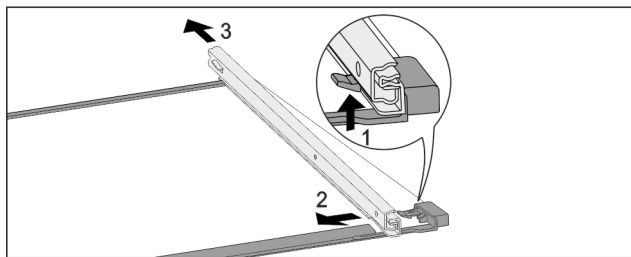

Fig. 180 Стъклена плоча с релси
- Натиснете нагоре предните фиксиращи палци. Fig. 180 (1)
- Плъзнете изтеглящата релса настрани Fig. 180 (2) и назад Fig. 180 (3).